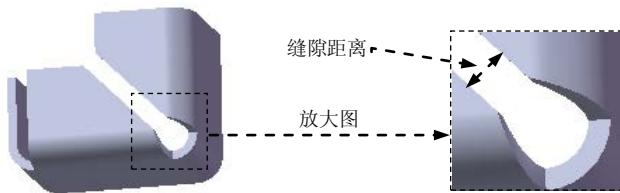

图 10.2.13 设置缝隙距离
- 法兰参数(P) 区域
- 编辑法兰轮廓(E) 按钮：单击此按钮后，系统弹出“轮廓草图”对话框，并进入编辑草图模式，在此模式下可以编辑边线-法兰的轮廓草图。
- 使用默认半径(U) 复选框：是否使用默认的半径。
- 文本框：用于设置边线-法兰之间的缝隙距离，如图 10.2.13 所示。